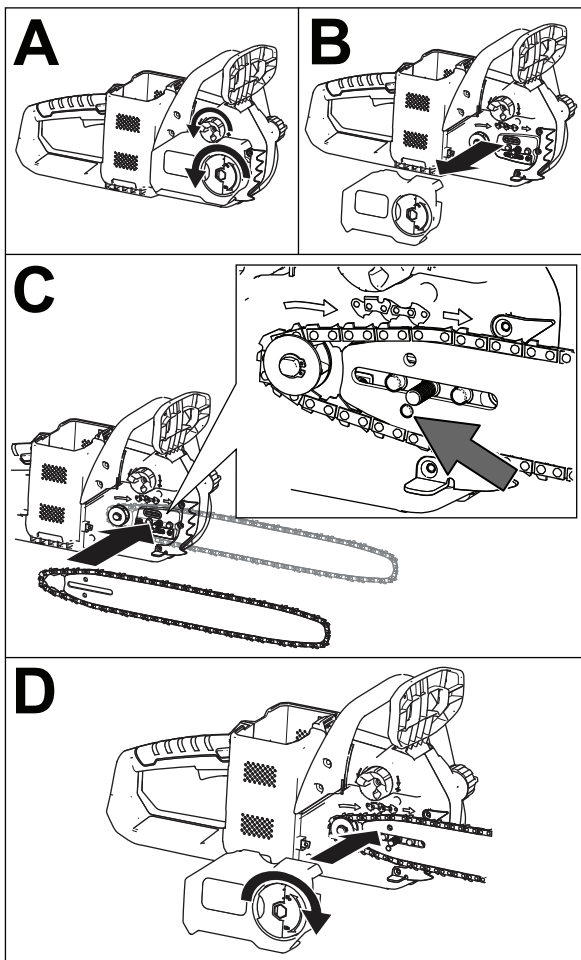

Figure 31
12. Placez la boucle ouverte de la chaîne (qui n'est pas sur le guide) autour du pignon d'entraînement de la tronçonneuse, puis montez le guide et la chaîne fixée en place comme montré à la Figure 31.